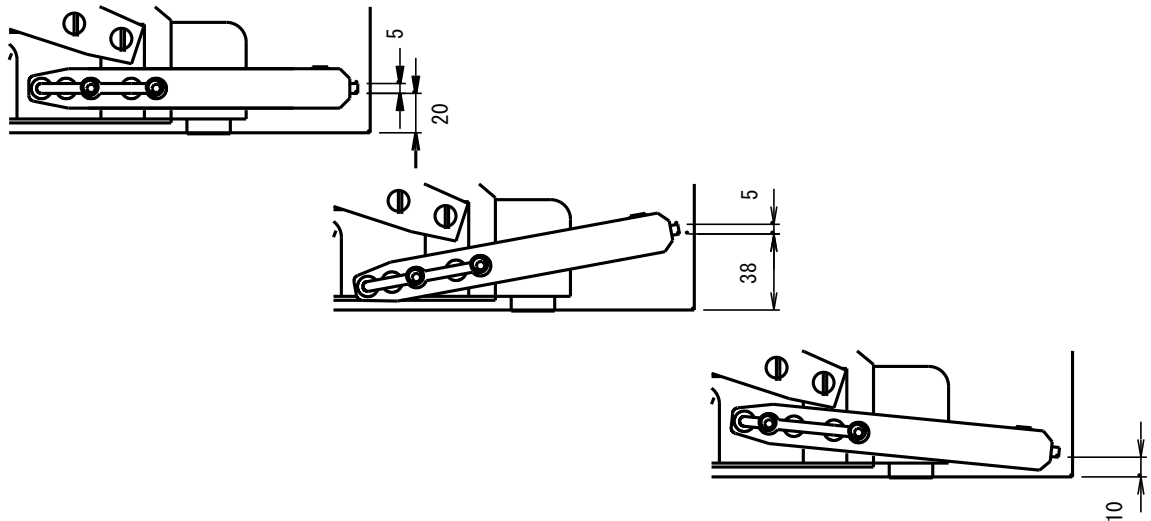

図3. ガイドローラー高さ
9. 台車停止中にリミットスイッチを押すことで、台車が定速で移動し位置合わせが容易になります。詳しくは 5.1 各部の名称の"④リミットスイッチ"をご参照ください。
11. ガイドローラーの高さを 3 段階調整できます。(5.1 各部の名称の図 3 をご参照ください)